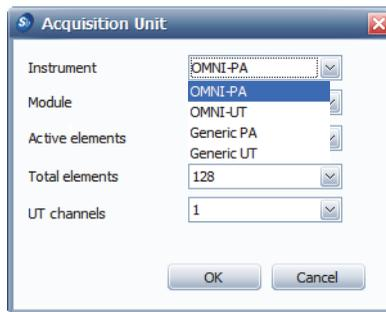

Рис. 7-1 Диалоговое окно Acquisition Unit (Устр-во сбора данных)
2. В диалоговом окне **Acquisition Unit** (см. Рис. 7-1 на стр. 70), в списке **Instrument** (Прибор), выберите технологию устройства сбора данных, для которой вы хотите создать группы:
При выборе опции **OMNI-UT** или **Generic-UT** списки **Active elements** (Актив. эл-ты) и **Total elements** (Общее число эл-тов) становятся недоступны, поскольку технология UT (УЗ) поддерживает только одноэлементные ПЭП-призмы (см. Рис. 7-1 на стр. 70).